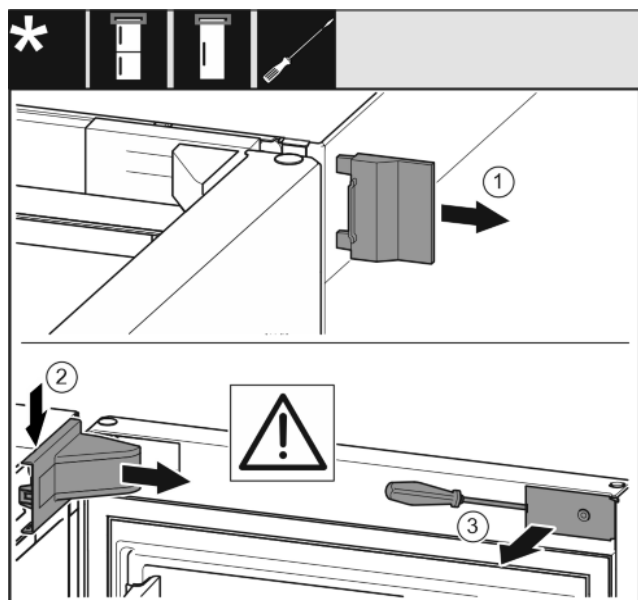

Fig. 8
- Sejměte vnější kryt. Fig. 8 (1)
- Odjistěte a uvolněte kryt stojanu ložiska. Sejměte kryt stojanu ložiska. Fig. 8 (2)
- Plochým šroubovákem vyjměte zásepku a otočte ji ke straně. Fig. 8 (3)